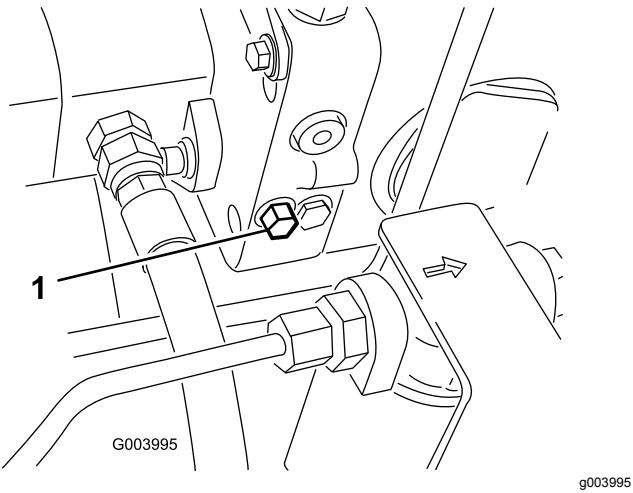

Figura 55
1. Gire el perno de la válvula de desvío una vuelta y media para abrirla y dejar pasar el aceite internamente (Figura 55).